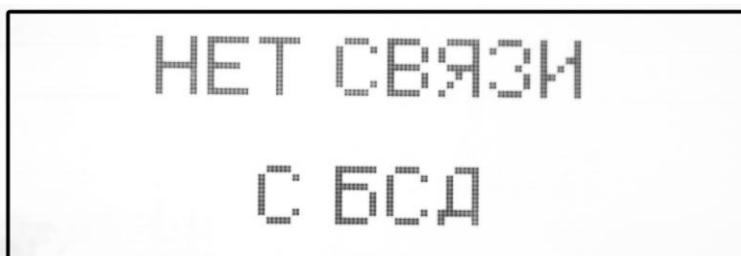

Рисунок 29
- Отсутствие связи Терминал – БСД рисунок 29. Обрыв или неисправность кабеля.